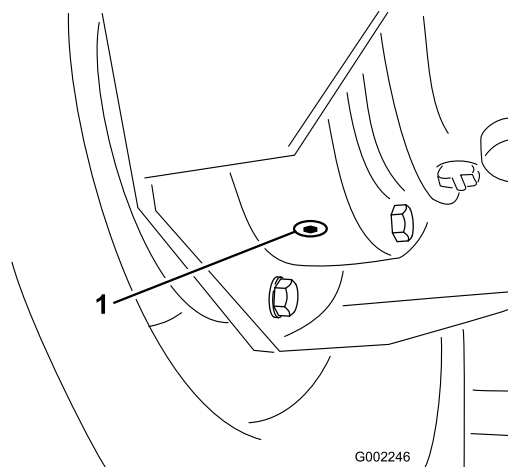

図 50
4. 内側のドレンプラグの下に容器を置き、このプラグを外す(図 50)。